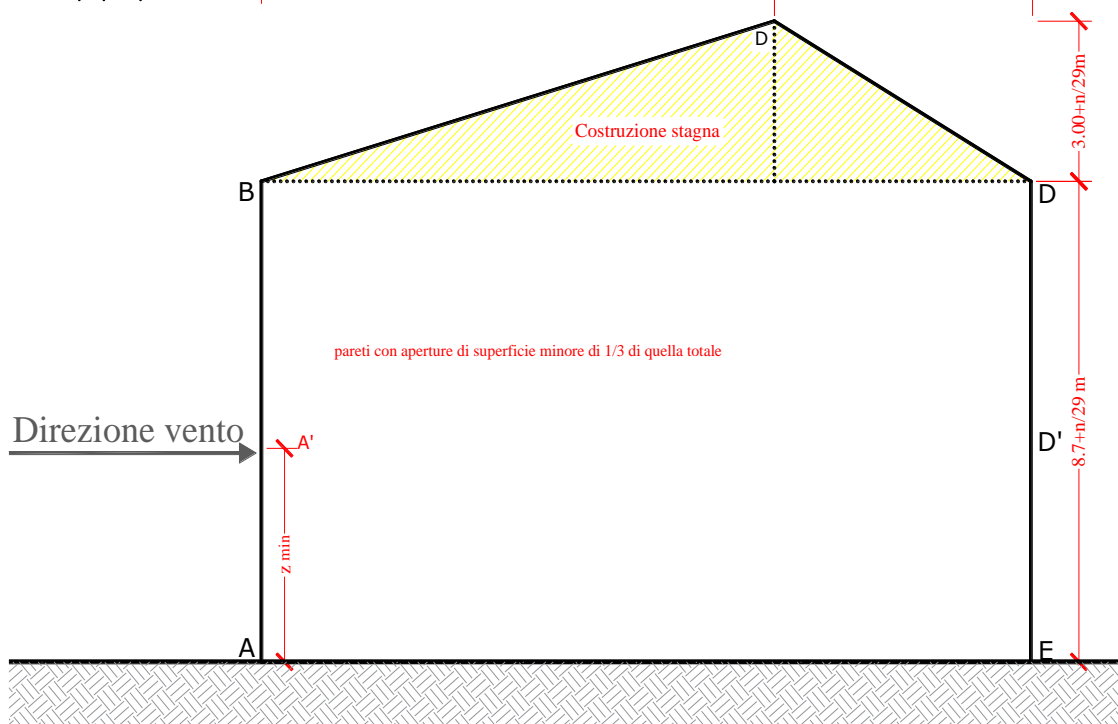

Figura 2
- Della azione della neve sulla copertura e della azione del vento sull'edificio in figura. 2, posto che si debba edificare in nella Zona Geografia _____ con $as=$ _____ m;
- Della azione del vento sull'edificio in figura. 2, posto che si debba edificare in nella Zona Geografia _____ con $as=$ _____ m;